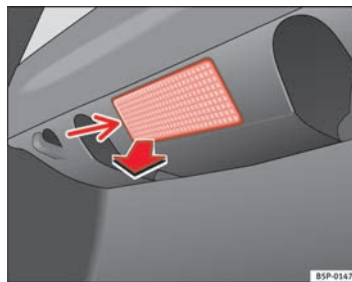

Fig. 190 Luz maletero
- Extraiga la tulipa haciendo presión sobre el borde de la parte interior de la misma -flecha- con ayuda de un destornillador por su parte plana ⇒ fig. 190.